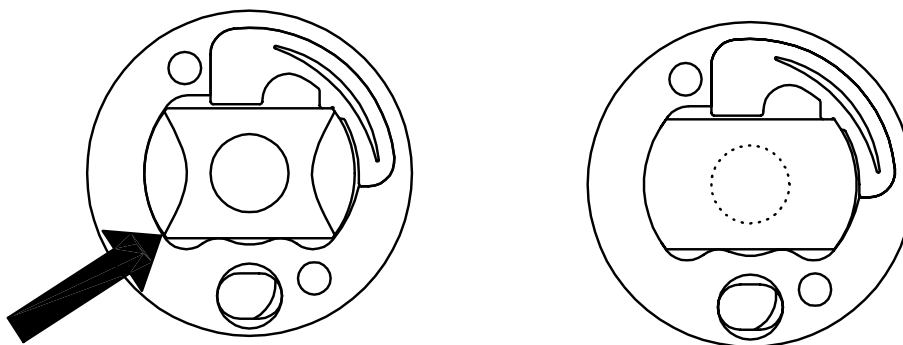

Figura 7.4 O prisma e a placa de prisma
11. Para remover o prisma (e), pressione levemente contra a mola no prato do prisma (f), como indicado na Figura 7.4.
13. Ponha o prisma (e) no prato, pressionando gentilmente contra a mola do prato do prisma (f). A direção da força é mostrada na Figura 7.4, a esquerda. Para ter certeza que o prisma está na posição certa pressione o prisma na direção oposta das setas.
14. Cubra o prisma com uma nova gaxeta de prisma (d) (sem cortar o buraco central), Figura 7.4, à direita.
24. Ligue o cabo do cartão de processador de Sensor (E) para o cartão de terminal de Bus (F).
26. Coloque o sensor acima em uma mesa com o prisma. Use uma faca afiada para cortar o pedaço circular da gaxeta (d) que cobre a superfície de prisma, veja Figura 7.4. Apenas apoie a faca na superfície de prisma, na medida em que a faca pode arranhar o aço.